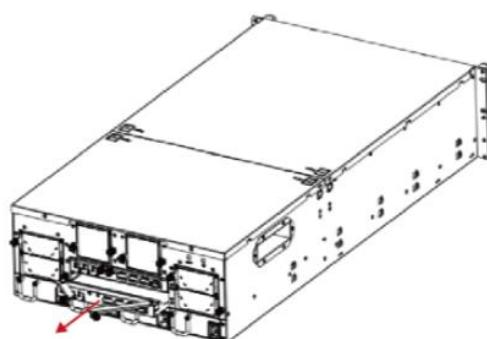

Рисунок 108 - Демонтаж модуля Expander
- 3) Удерживать рычаг, чтобы вытащить экспандера из корпуса модуля хранения (см. Рисунок 108).